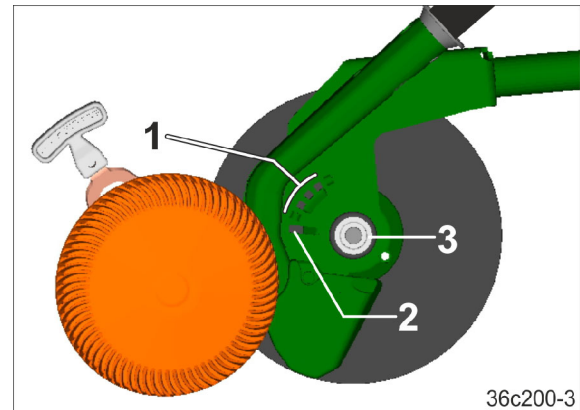

Рис. 178
1. Зафиксируйте выступ рычага через группу отверстий (Рис. 178/1) в прорези (Рис. 178/2).
2. Передвигайте дисковый/роликовый ограничитель глубины в прорези (Рис. 178/2), пока ограничитель не освободится из замка (Рис. 178/3).
1. Насадите дисковый/роликовый ограничитель глубины на замок (Рис. 178/3). При этом выступ заходит в прорезь (Рис. 178/2) сошника.
2. Передвигайте дисковый/роликовый ограничитель глубины в прорези (Рис. 178/2), пока ограничитель не зафиксируется в замке. Легкий удар по центру диска облегчит фиксацию.
3. При помощи ручки вытяните выступ из прорези и вставьте в требуемое отверстие (Рис. 178/1).